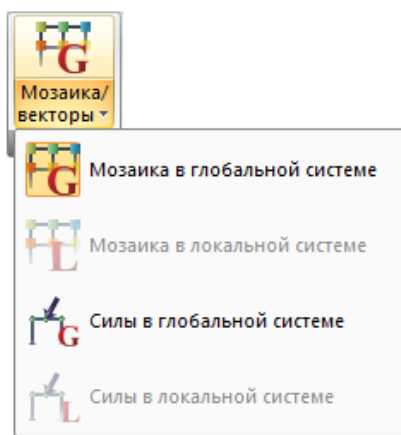

Рис. 108. Раскрывающийся список **Мозаика/векторы нагрузок на фрагмент и инерционных сил, моментов в узлах**
**Мозаика/Векторы** (рис. 108) – раскрывающийся список с заменой. Выбор способа представления результатов и системы координат.